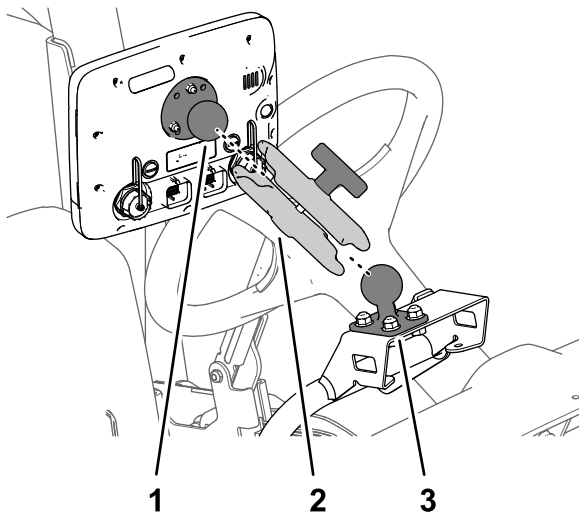

Bild 165
3. Montieren Sie das Kugelanschlussstück des Monitors und die Kugelbefestigung an der Maschine am Monitorarm (Bild 165).
4. Stellen Sie den Monitor so ein, dass er von der Bedienerposition aus sichtbar ist und ziehen Sie das Handrad des Monitorarms mit der Hand an (Bild 165).